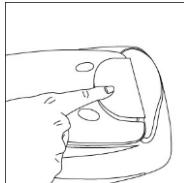

Рисунок 14
4. Натисніть, щоб від'єднати старий картридж від пристрою (продунає звуковий сигнал), і вийміть його (рис. 14). (Увага! Картридж може сильно нагрітися від підошви. Перш ніж натискати, переважайтеся, що він охолов.)